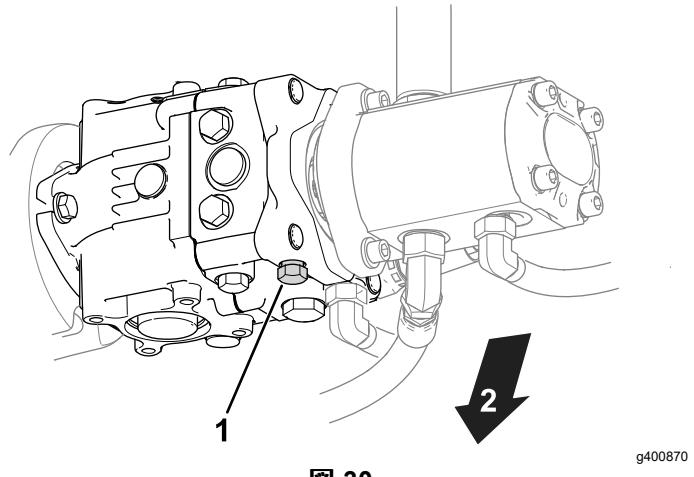

図 30
1. 油圧ポンプについているバイパスバルブを探し出す図 30。